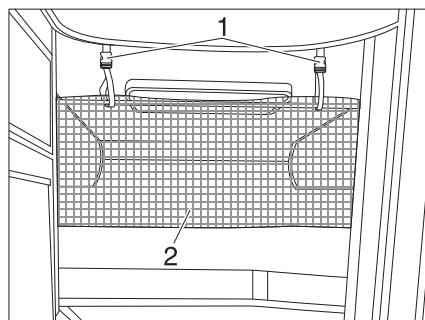

Fig. 164 Rete protettiva
La rete protettiva (Fig. 164,2) è stivata sui modelli di serie tra il materasso e il telaio portamaterasso. Fissare la rete protettiva soltanto dopo che la persona si è già stesa nel letto.
- Fare innestare i nastri di sostegno (Fig. 164, 1) nei supporti sul soffitto.
La rete protettiva (Fig. 164,2) è stivata di serie tra il materasso e il telaio portamaterasso. Fissare la rete protettiva soltanto dopo che la persona si è già stesa nel letto.
- Fare innestare i nastri di sostegno (Fig. 164,1) nei supporti sul soffitto.